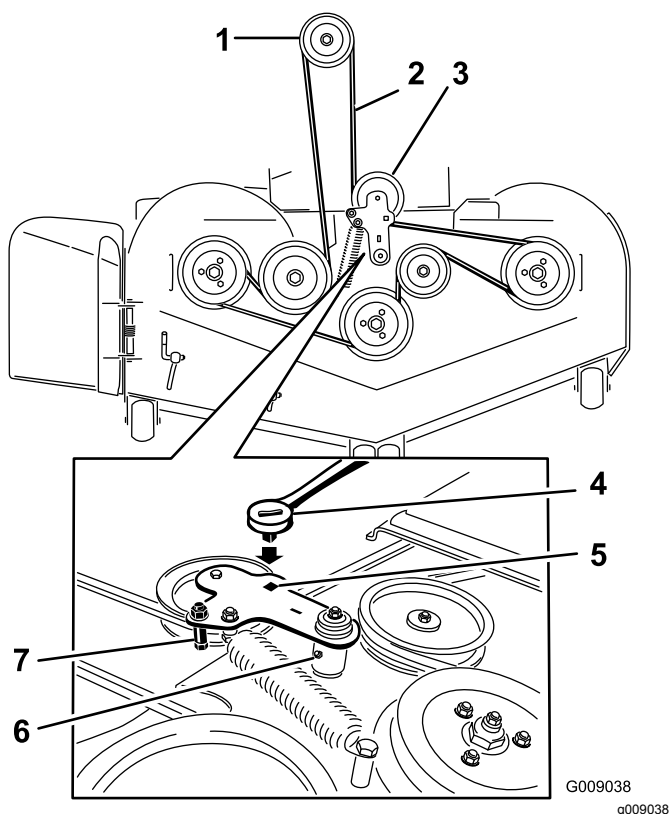

Figure 78
5. Insérez un rochet dans le trou carré du bras de la poulie de tension pour détendre le ressort de la poulie de tension (Figure 78).
7. Enlevez le guide-courroie situé sur le bras de la poulie de tension rappelé par ressort (Figure 78).
9. Acheminez la courroie neuve autour des poulies du tablier de coupe et de la poulie d'embrayage, sous le moteur (Figure 78).
10. Montez le guide-courroie sur le bras de la poulie tension (Figure 78).
11. Insérez le rochet dans le trou carré et montez le ressort de la poulie de tension (Figure 78).